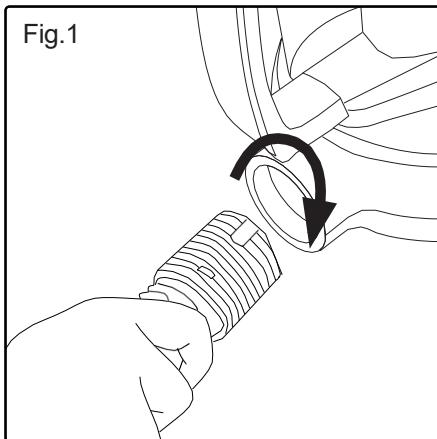

Fig.2
- ◆ For at frakoble slangen fra støvsugeren skal du dreje tilslutningen til venstre side og trække slangen ud.(Fig.2).